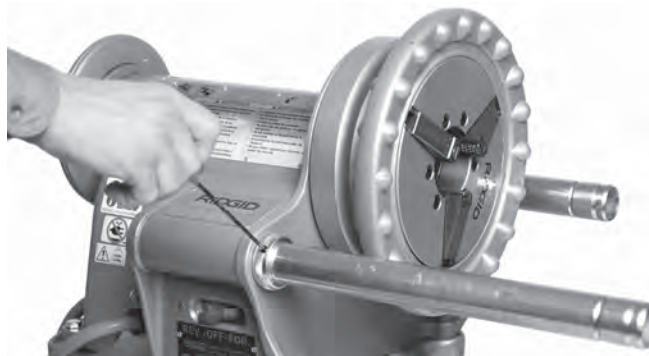

Figure 8 – Position de vis de blocage
1. Déployez les supports d'accessoires entièrement. Repoussez les bagues de rétention jusqu'au corps du 300 Power Drive. Serrez les vis de blocage des bagues de rétention à l'aide d'une clé Allen de 1/8" (Figure 8).